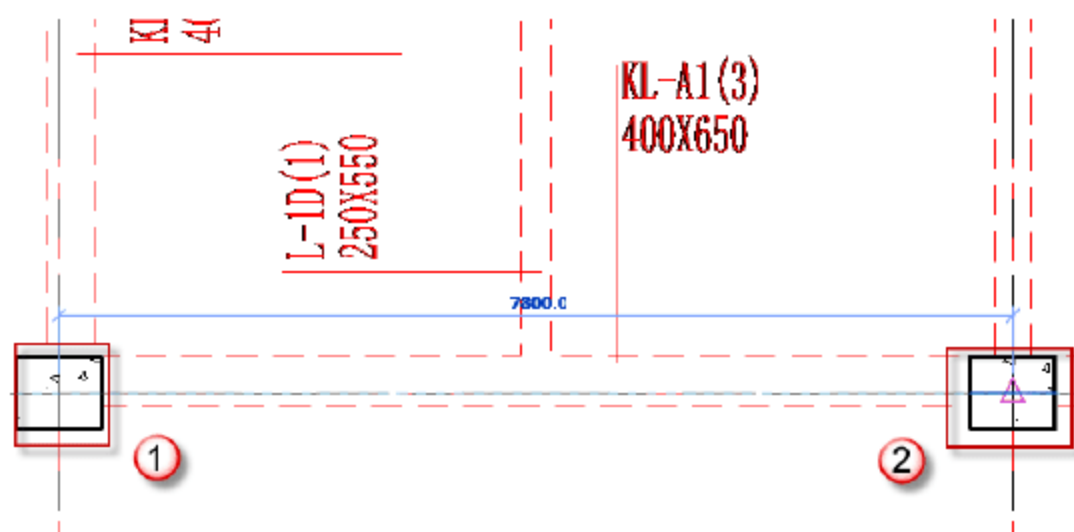

图 4.2.18 绘制 KL-A2
(18) 绘制矩形框架梁 KL-A1, 按快捷键 B+M, 放置平面为“标高 2”平面视图, 先单击起始柱的中心为起点, 后单击终止柱的中心为终点, 如图 4.2.18 所示。